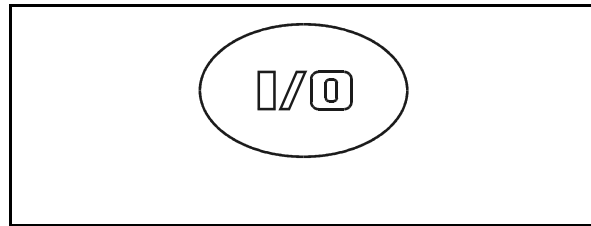

Fig. 6
EIN (I) / AUS (O) (Fig. 6). Über diese Taste schalten Sie den **AMATRON⁺** ein- und aus.